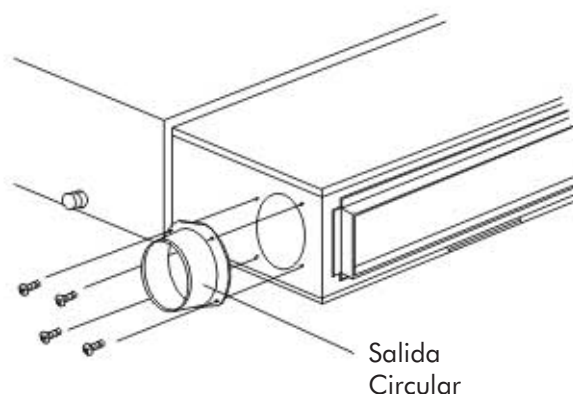

Fig. 31
2. Instale la salida circular para conectar el conducto de renovación según la Fig. 31.